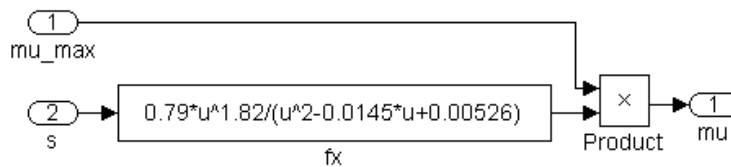

Рисунок 12 – Подсистема «mu» расчета коэффициента тормозной силы
На основании формул (14) и (19) создадим подсистему « $\mu$ » расчета коэффициента тормозной силы (рисунок 12).